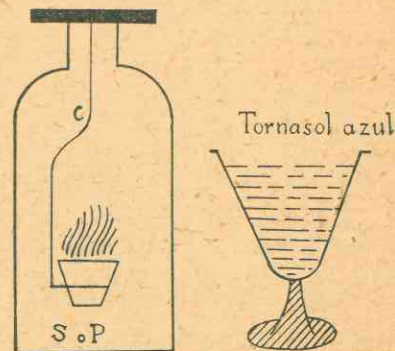

Fig. 68. - Combustión del fósforo
84. Combustión del fósforo (fig. 68) ⁽¹⁾. — Cortar el fósforo en el agua; tomar el pedacito cortado con las pinzas, secar con papel de filtro sin frotar; ponerlo inmediatamente en la capsulita ya colgada en el soporte; encender fuego al trozo de P. por medio de un alambre calentado ligeramente en la llama de la lámpara. Introducir la capsula verticalmente en medio del frasco; la combustión es tan viva que hay proyecciones de partículas de P. encendido. Evitar la aspiración de los vapores que se forman. Acabada la combustión, sacar la capsula. Echar un poco de tornasol azul en el frasco y agitar; los vapores blancos se disuelven y el tornasol pasa a rojo.
85. Combustión del azufre (fig. 68). — Colocar un trozo de azufre en una capsula y calentarlo hasta que esté completamente fundido y bien encendido; introducir la capsula rápidamente en medio de un frasco lleno de O₂; observar el color de la llama (azul), el olor del SO₂; al contacto de éste el tornasol se enrojece y por fin se descolora.